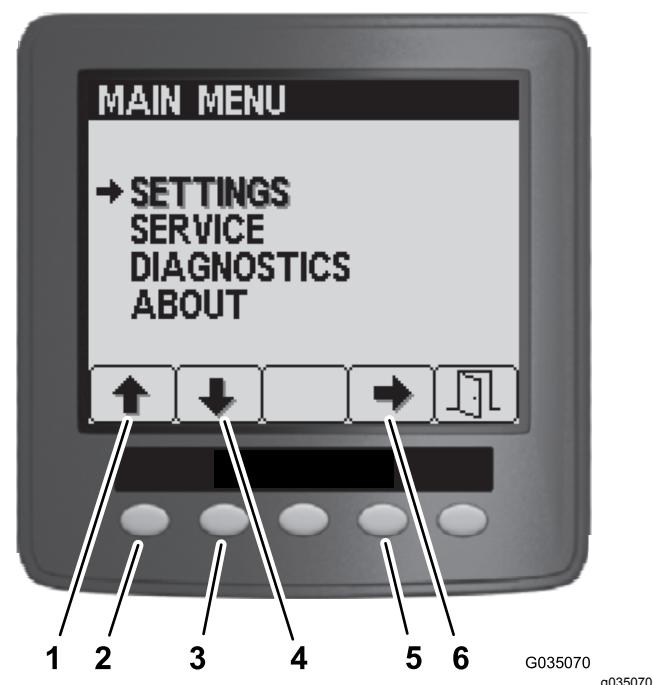

Figura 150
- Nel menu principale, premete il pulsante 1 o il pulsante 2, fino a quando non viene evidenziata l'opzione Settings (Impostazioni) e premete il pulsante 4 per navigare ai menu Settings (Figura 150).